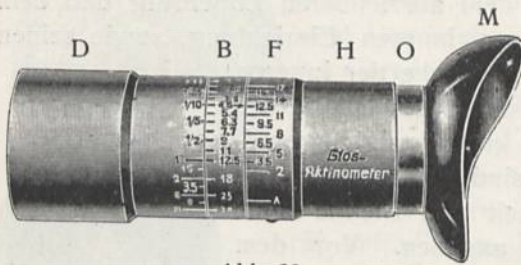

Abb. 89.
**Justophot** von *Dr. Emil Mayer*, Wien (Abb. 88), und das **Lios-Aktinometer** von *Dr. W. Schlichter*, Freiburg i. Breisgau (Abb. 89). Beide Geräte
Das **Lios-Aktinometer** (Abb. 89) besteht zunächst aus dem **Seh- oder Okularrohr O** mit der **Augenmuschel M**, dem **Mittel- oder Hauptrohr H** und der **Drehkappe D**. Das **Sehrohr** läßt sich im Hauptrohr verschieben, damit sowohl den Normal- als auch den Weit- und Kurzsichtigen die Scharfeinstellung des Blickfeldes möglich ist. Außen trägt das Hauptrohr eine **Skala F** mit den Angaben der **Plattenempfindlichkeit** in **Scheiner-**
Im Innern des Aktinometers befindet sich folgende **Lichtmeßeinrichtung**: ein **Anpassungs-** und ein **Beobachtungsfeld** (Abb. 89), ein **dreieckiges Fenster** und eine **Meßblende** mit ringsherum laufendem, **spiralförmigem Schlitz** von gesetzmäßig abnehmender Breite (Abb. 91).